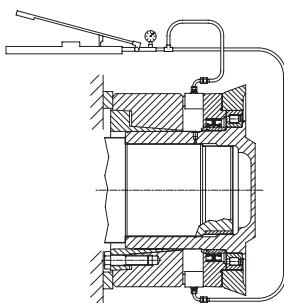

Fig. 6
3) Fare scorrere il giunto assialmente come da fig.5 per permettere l'utilizzo del foro G 1/8" che consente l'immersione di olio in pressione (max. 1000 bar) al fine di facilitare lo smontaggio del riduttore dall'albero della macchina. Se con l'utilizzo del metodo descritto, il riduttore non si libera, in quanto l'accoppiamento dell'albero non assicura la tenuta della pressione, allora si può agire nel modo rappresentato nella fig. 6. Se lo spazio a disposizione lo permette, utilizzando appositi spintori idraulici, occorre fare reazione su n°2 borchie a 180° che si trovano sui copriporta tenute, senza superare i seguenti carichi assiali: